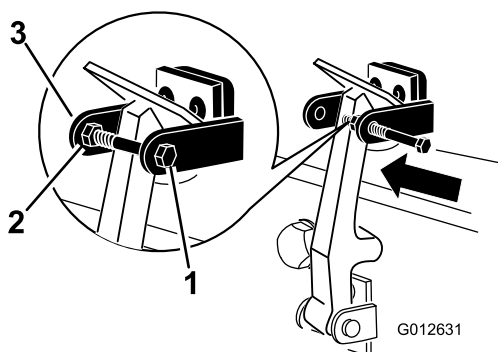

Figura 6
8. Enrosque el perno en el otro brazo del seguro de cierre del capó para bloquear la posición del cierre (Figura 6).